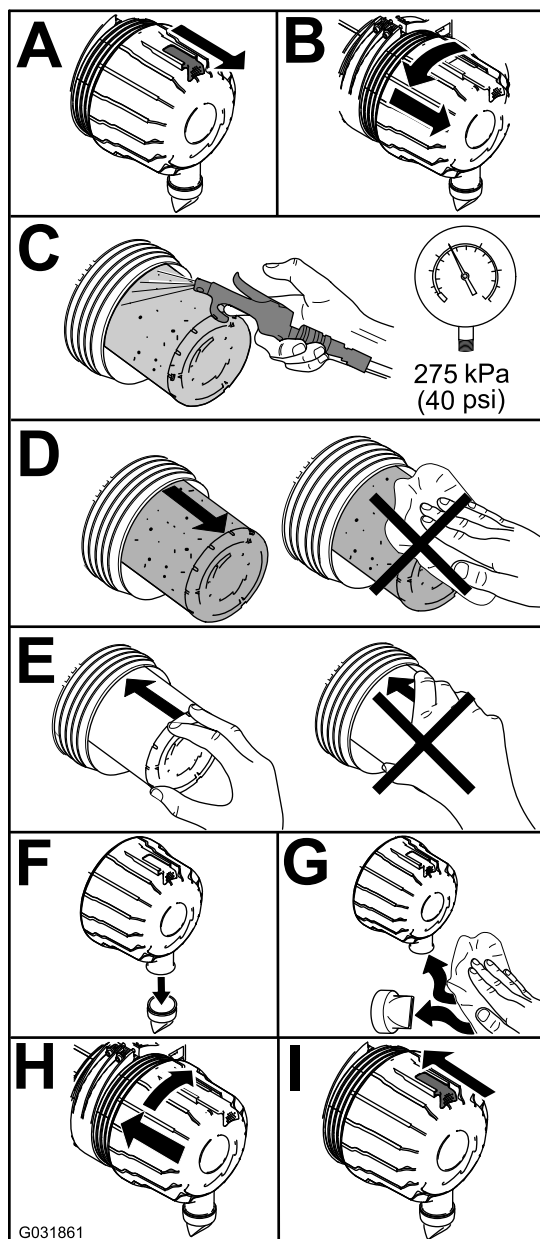

**Figura 58**
Revise el filtro del limpiador de aire únicamente cuando el indicador de mantenimiento lo requiera (Figura 58). El cambiar el filtro antes de que sea necesario sólo aumenta la posibilidad de que entre suciedad en el motor al retirar el filtro.
2. Reinicie el indicador (Figura 58) si se ve rojo.